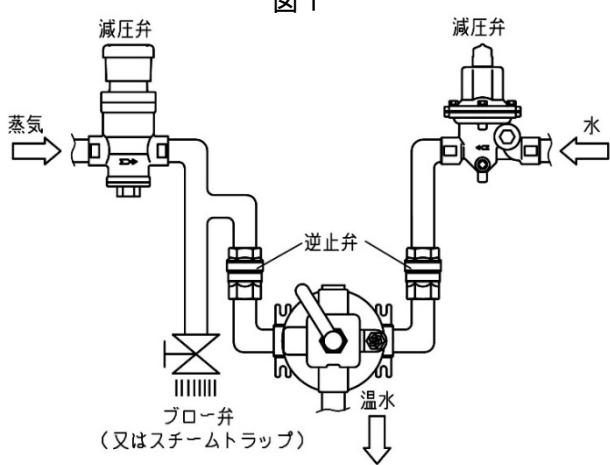
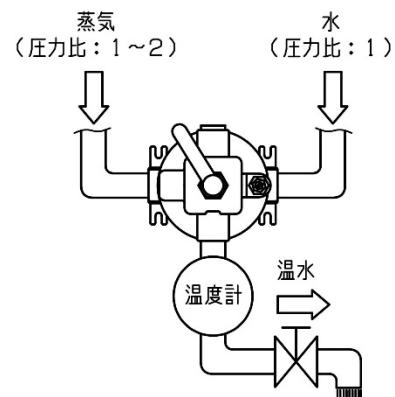

図 3
図 4
- 4) 蒸気配管側にはブロー弁またはスチームトラップを必ず取付けてください。 (図 3)
度計を取付ける際は、ミキシングバルブ直近に取付けてください。 (図 4)
対策を講じてください。 (図 3)
を設置して圧力を調整してください。 (図 3、図 4)